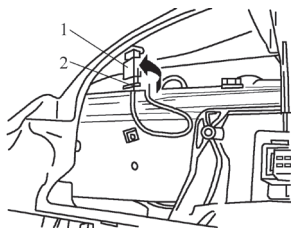

图 5-21 拔下左侧出风口温度传感器 G150 上的插头
- 2) 如图 5-21 所示, 拔下左侧出风口温度传感器 G150 上的插头 2。